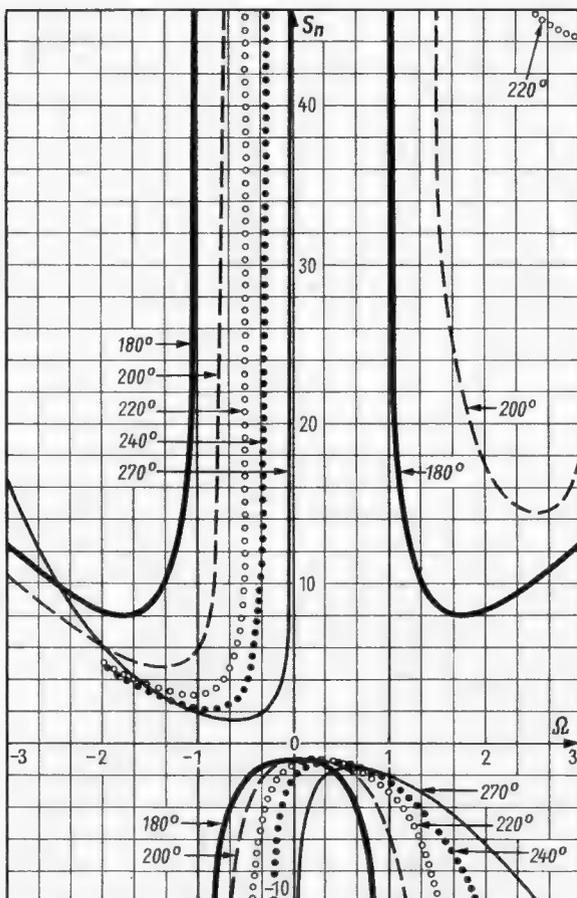

Bild 3. Normierter Schwingsicherheitsfaktor für $\varphi = 180^\circ, 200^\circ, 220^\circ, 240^\circ$ und 270°
$\frac{g_{1a} g_{2e}}{|Y_R| \cdot |S|}$ erhält. In Bild 3 sind die Kurven $s_n = f(\Omega)$ für die Winkel $\varphi = 180^\circ, 200^\circ, 220^\circ, 240^\circ$ und 270° eingetragen. Hier werden für φ Werte aus dem dritten Quadranten der Zahlenebene gewählt, da φ für Transistoren in Emitterschaltung in ihrem jeweiligen Hauptanwendungsbereich in diesem Gebiet liegt. Für die Basisschaltung der Transistoren liegt der Winkel φ entsprechend zwischen 0° und 90° . Da $\cos \varphi = -\cos(\varphi - 180^\circ)$ und $\sin \varphi = -\sin(\varphi - 180^\circ)$, gilt $s_n(\Omega)$ für φ gleich $-s_n(\Omega)$ für $(\varphi - 180^\circ)$. Man kann also die Kurven in Bild 3 auch für die Basisschaltung verwenden, wenn man die Vorzeichen von s_n umkehrt und von den Parameter-Werten $\varphi 180^\circ$ abzieht.
Wichtig für die Dimensionierung einer Verstärkerstufe, die nicht schwingen darf, ist jeweils der minimale Schwingsicherheitsfaktor s_{min} bzw. der minimale normierte Schwingsicherheitsfaktor $s_{n, min}$. Wie aus den Kurven (Bild 3) zu entnehmen ist, liegen meistens drei Extremstellen für jeden Winkel φ vor, wobei eine für die beiden Grenzfälle $\varphi = 90^\circ$ und $\varphi = 270^\circ$ verschwindet. Die Lage dieser Extremstellen soll nun noch berechnet werden. Man setzt also die erste Ableitung von Gleichung (28) $\frac{\partial s_n}{\partial \Omega} = 0$ und erhält
Den Verlauf der Schwingsicherheit dieser Stufe über der Frequenz erhält man aus dem normierten Schwingsicherheitsfaktor s_n für $\varphi = 220^\circ$ (Bild 3), indem man den Ordinatenmaßstab mit dem Faktor
In Bild 4 erkennt man, daß die Rückwirkung der Basisschaltung in der Umgebung der Resonanzfrequenz als Mitkopplung wirkt, während die Rückwirkung der Emitterschaltung dort als Gegenkopplung auftritt. Außerdem sind in der Basisschaltung die Werte für $s_{n, \min}$ erheblich kleiner und im Grenzfall für $\varphi = 360^\circ$ sogar 1, so daß es viel schwieriger ist, eine solche Stufe ohne Neutralisation stabil zu halten. Die Kurven des normierten Schwingsicherheitsfaktors s_n für $0 \leq \varphi \leq 90^\circ$ erhält man aus den Kurven in Bild 3, indem man die Vorzeichen von s_n der Kurven für $\varphi + 180^\circ$ umkehrt. Demnach erhält man den normierten Schwingsicherheitsfaktor für z. B. $\varphi = 20^\circ$ aus Bild 3. Es gilt also für $0 \leq \varphi \leq 90^\circ$:
Nach dem Entfernen von sechs Bodenschrauben läßt sich das gesamte Oberteil des Holzgehäuses abnehmen. Damit ist ein großer Teil der Verstärkerelemente gut zugänglich (Bild 2). Nach Abnahme der Bodenplatte, die ebenfalls von nur wenigen gut zugänglichen Schrauben gehalten wird, liegt auch der Verstärkerunterteil frei (Bild 3).